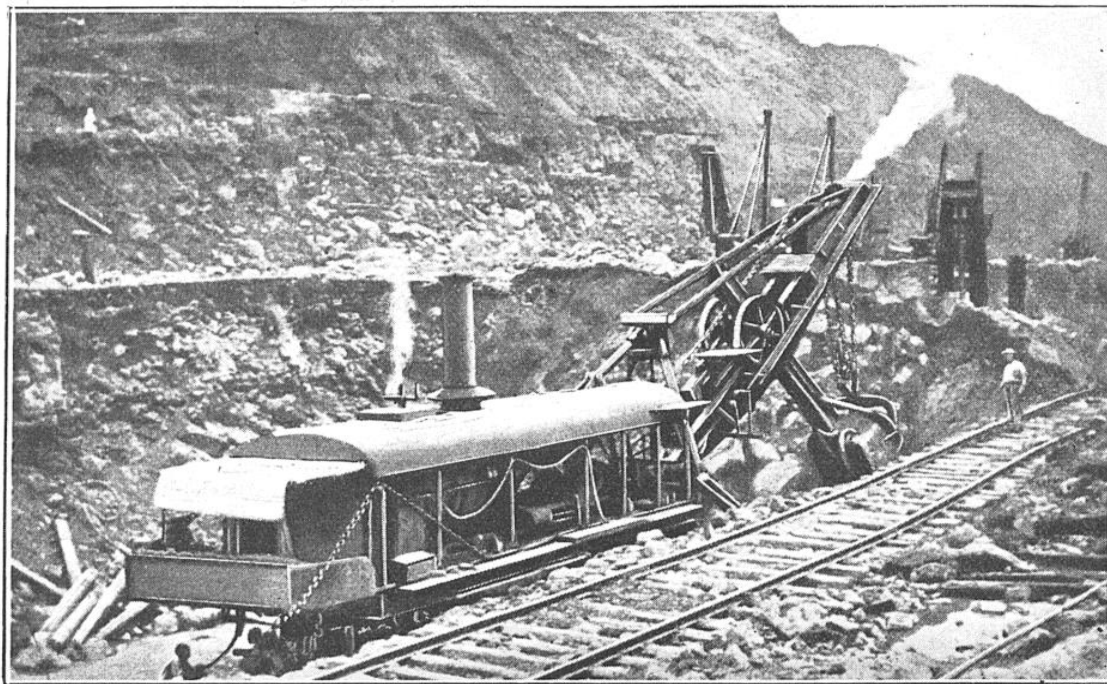

FIG. 5. — PELLE ROTATIVE A VAPEUR EMPLOYÉE POUR LES TRAVAUX D'EXCAVATION DE LA DERNIÈRE SECTION DU CANAL DE PANAMA
Pour donner une idée approximative des positions successives prises par le front d'onde, nous sommes ainsi amenés à apporter d'importantes retouches à la représentation des différents profils que nous avons donnés précédemment (fig. 1, 2, 4) (1) et à construire une figure nouvelle qui se rapprochera davantage de la réalité (fig. 5).